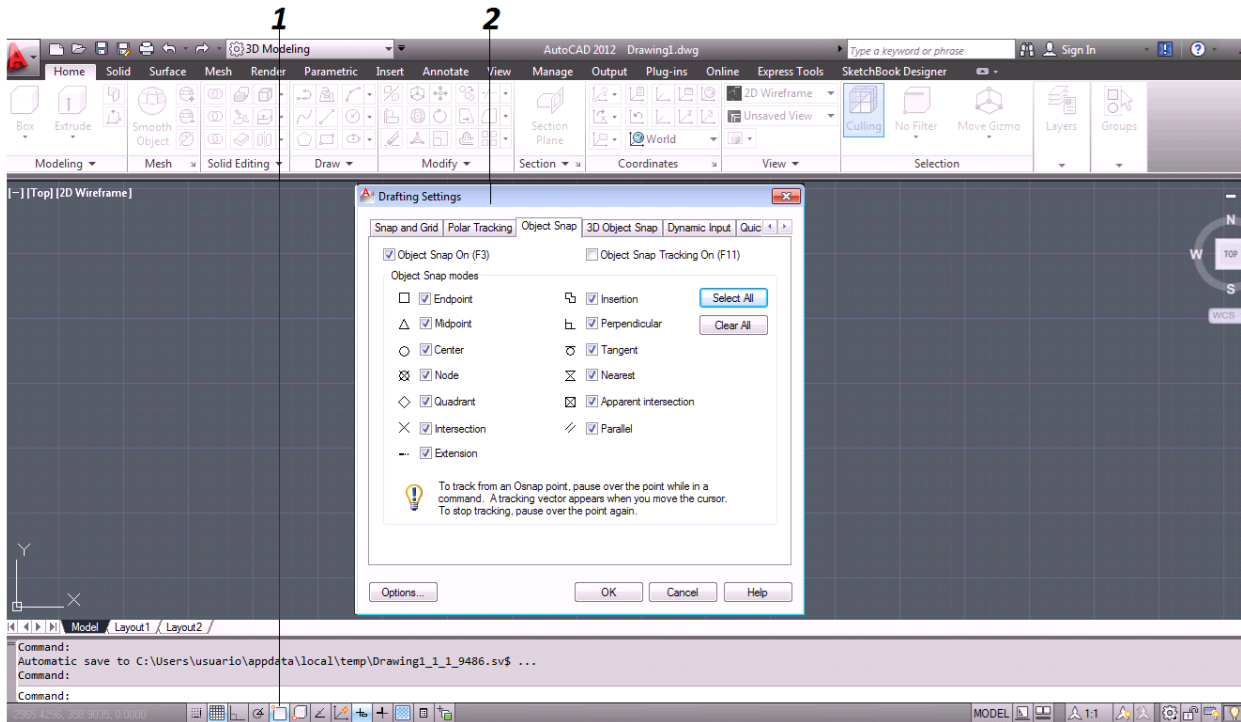

Figura 3.5. Teclas de Función
- c. **REF-OSNAP [F3]:** Referencia a objetos, son puntos significativos de los objetos; con este se trabajan con rapidez y precisión los dibujos; se activa/desactiva con F3 (*figura 3.5 "1"*) o dando clic en el botón *Osnap* (referencia de objetos) ubicado en la línea de estado (*figura 3.5 "2"*); las referencias se modifican escribiendo el comando *Osnap* (ref) se abre una ventana en donde se elijen las referencias deseadas.